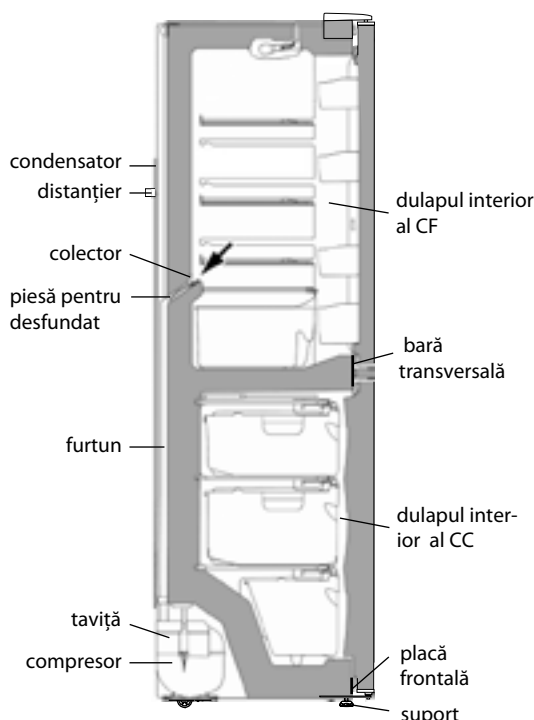

Figura 7 – Schema scurgerii apei rezultate în urma topirii din CF
2.2.1 În CF se folosește un sistem automat de dezghețare. Bruma, care apare pe perețele din spate a CF, după deconectarea compresorului care lucrează în ciclu, se topește și se transformă în picături de apă. Picăturile de apă rezultată în urma topirii se scurg în colector, apoi prin gaura acestuia și prin furtun - în tavița de pe compresor, în conformitate cu figura 7 și se evaporă.
Pentru eliminarea înfundării folosiți piesa corespunzătoare și curățați gaura colectorului, astfel ca apa să se scurgă liber în taviță, apoi spălați piesa și instalați-o în conformitate cu figura 7.
SE INTERZICE să utilizați frigiderul cu sistemul de scurgere înfundat. Apa care a apărut pe fundul CF sau care a ajuns în locul de alăturare a barei transversale și a dulapului interior al CF, în conformitate cu figura 7, poate provoca coroziunea dulapului exterior al frigiderului și elementelor agregatului frigorific, defectarea izolației termice, formarea crăpăturilor dulapului interior și defectiunea frigiderului.